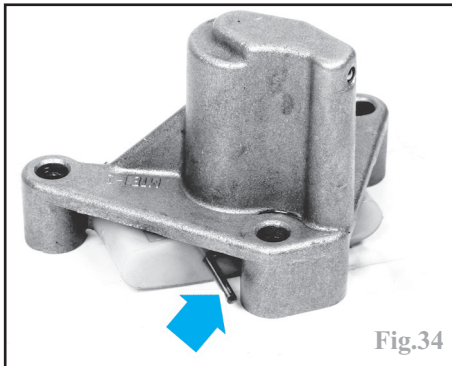

Fig.34
- Bloquer le tendeur de chaîne avec un pige de $\varnothing : 2 \text{ mm}$ (Fig.34) (Photo du tendeur déposé pour plus de clarté).